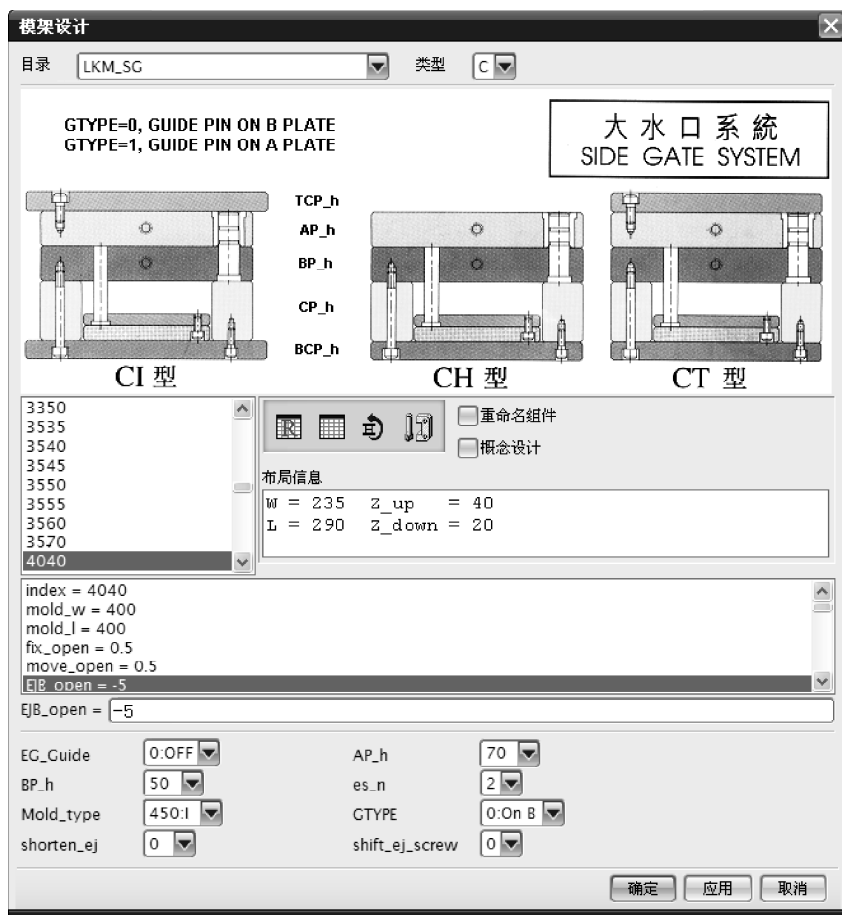
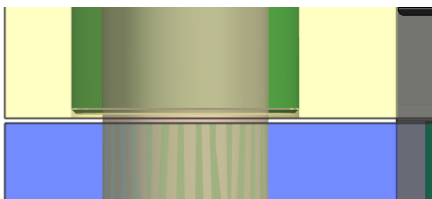
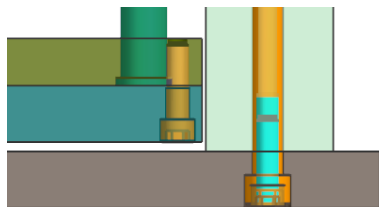

图 10-41 【模架设计】对话框
图 10-44 打开 A 板和 B 板之间隙
图 10-45 打开推板和底板之间隙
(1) 在注塑模设计模块工具栏中单击【模架库】图标, 弹出如图 10-41 所示的【模架设计】对话框。
(2) 在图 10-41 所示的【模架设计】对话框中, 目录选择【LKM_SC】龙记大水口模架, 规格为 4040, 类型选择【C】, A板厚度【AP_h】为 70, B板厚度【BP_h】为 50, 模架类型【Mold_type】为 I, 默认系统其余参数的设置。
(3) 在图 10-41 所示的 LKM_SC【模架设计】对话框中, 单击【应用】按钮, 系统加载生成标准模架。
(6) 在图 10-41 所示的 LKM_SC【模架设计】对话框中, 设置 fix_open=0.5, move_open=0.5, 将 A 板和 B 板之间的间隙打开, 如图 10-44 所示。
(7) 在图 10-41 所示的 LKM_SC【模架设计】对话框中, 设置 EJB_open=-5, 将推板和底板之间的间隙打开, 如图 10-45 所示。